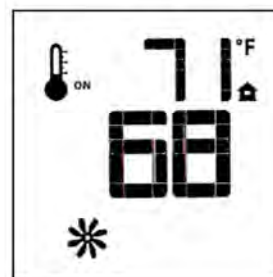

Figure 78. Mode «Ventilateur».
- La vitesse des ventilateurs peut être ajustée à six niveaux de réglage. Pour activer cette fonction, appuyez sur la touche «Mode» pour afficher l'icône du ventilateur (Fig. 78). Les ventilateurs ne démarreront pas s'ils ne sont pas réglés à «ON».